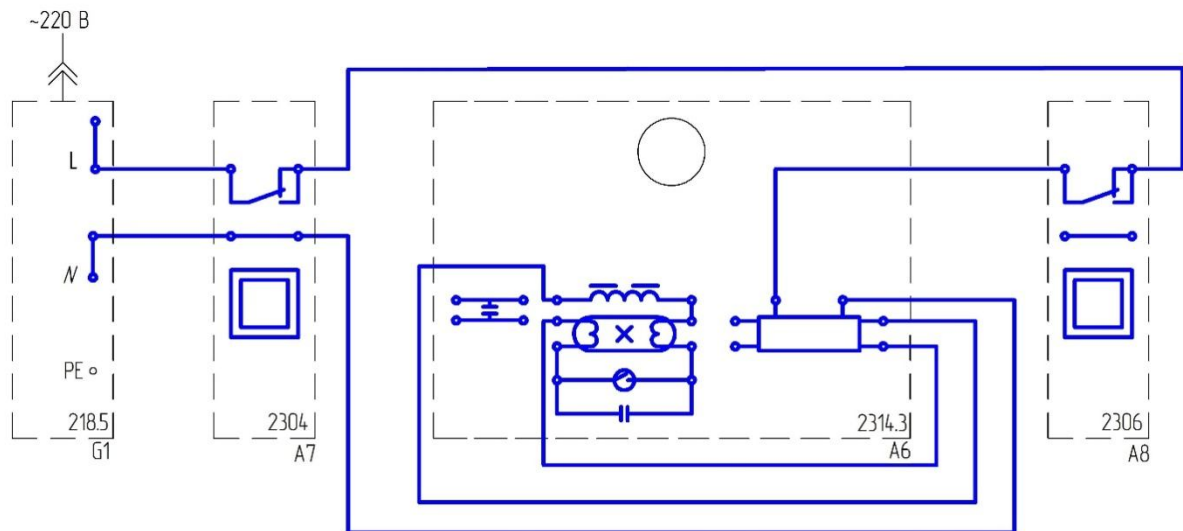

Рис.4.3.
- Соедините аппаратуру в соответствии со схемой электрической соединений, рис.4.3.